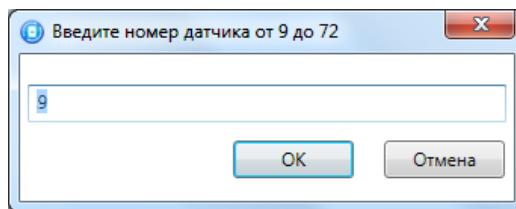

Рис. 6.1. Ввод номера радиоустройства
2. В открывшемся окне укажите номер радиоустройства из числа еще не занятых в нумерации шлейфов сигнализации базового контроллера и радиоустройств (в диапазоне, указанном в заголовке окна) и нажмите кнопку *OK* (Рис. 6.1).